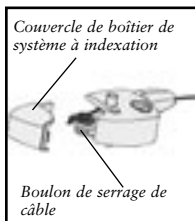

Figure 3.39 - Boîtier de système à indexation DualDrive et bride de serrage de câble
1. Faites sortir le couvercle du boîtier du système à indexation (Figure 3.39).